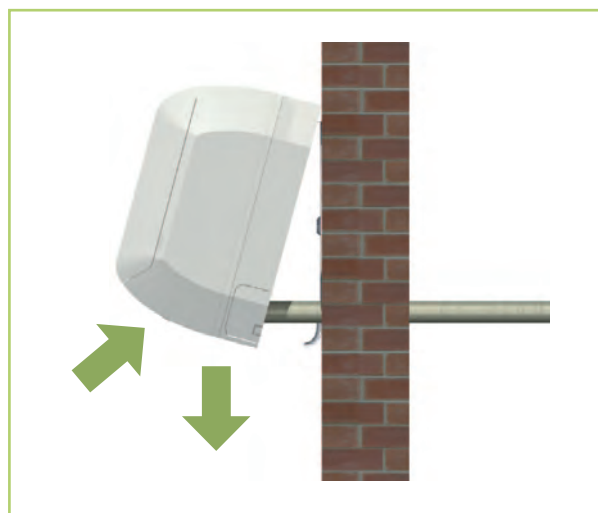

Abb. 31: Waagerechte Ausrichtung
5. ➤ Überprüfen Sie nochmals die waagerechte Ausrichtung des Gerätes. (Abb. 31)